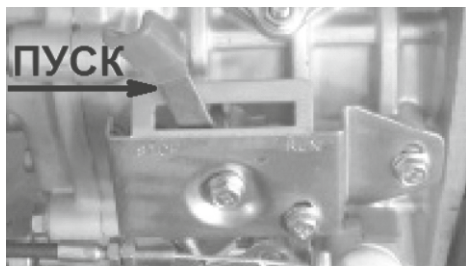

Рис. 5. Рычажный механизм управления двигателем
5. Перевести ручку регулятора числа оборотов вправо до щелчка, в положение "RUN" (Работа), (см.рис.5).